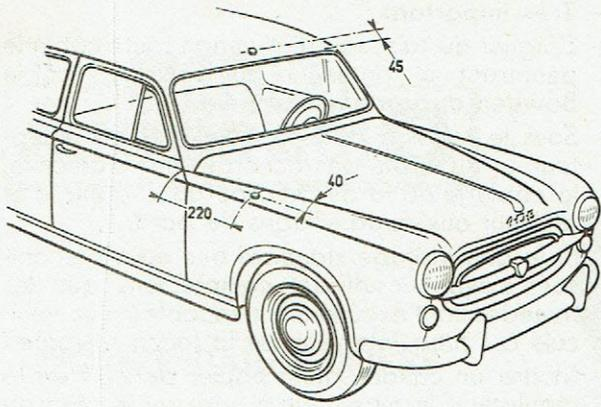

Fig. 1
- Percer au centre du pavillon à la cote portée sur la Fig. 1 un avant trou qui sera alésé à la dimension nécessaire pour l'antenne utilisée. (voir notice particulière de montage).
- Percer dans l'aile avant droite suivant les cotes indiquées sur la Fig. 1 un avant trou qui sera alésé à la dimension voulue par le type d'antenne utilisé (voir notice particulière de montage).